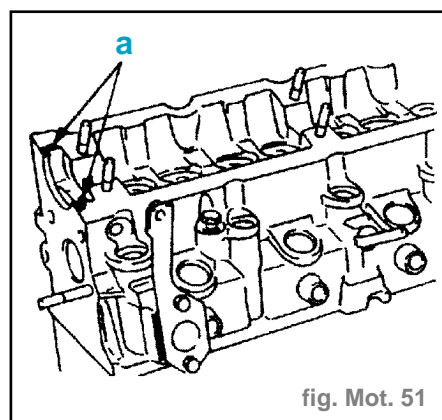

fig. Mot. 51
- Déposer une fine couche de produit d'étanchéité en (a) (fig. Mot. 51).